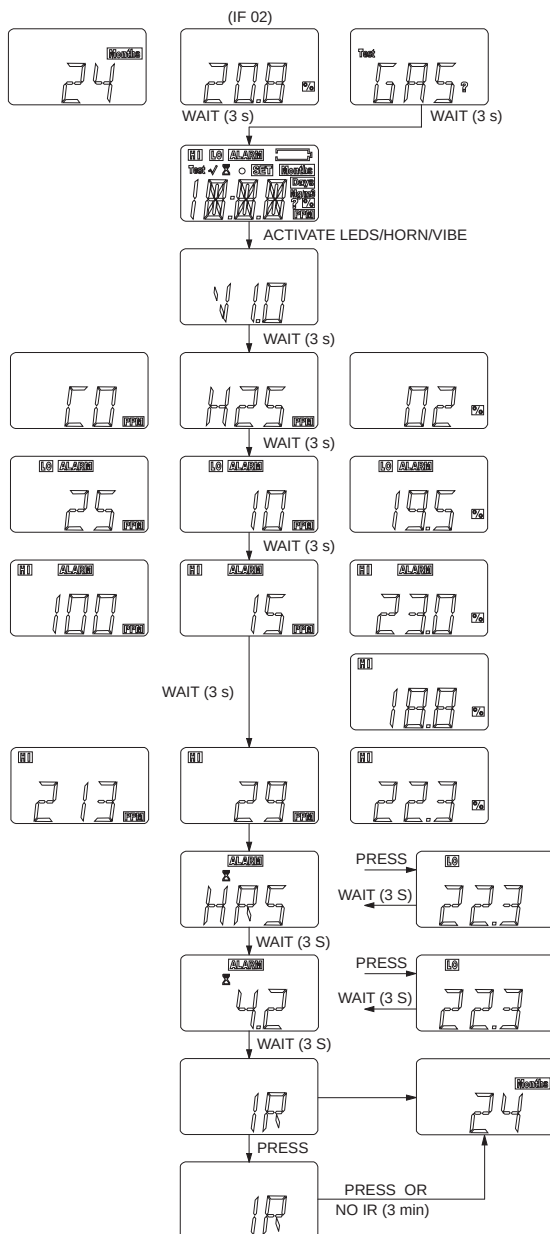

Bild 5 Hämta instrumentinformation
- (1) Genom att trycka på [TEST]-knappen kan lagrade instrumentdata hämtas (→ Bild 5).